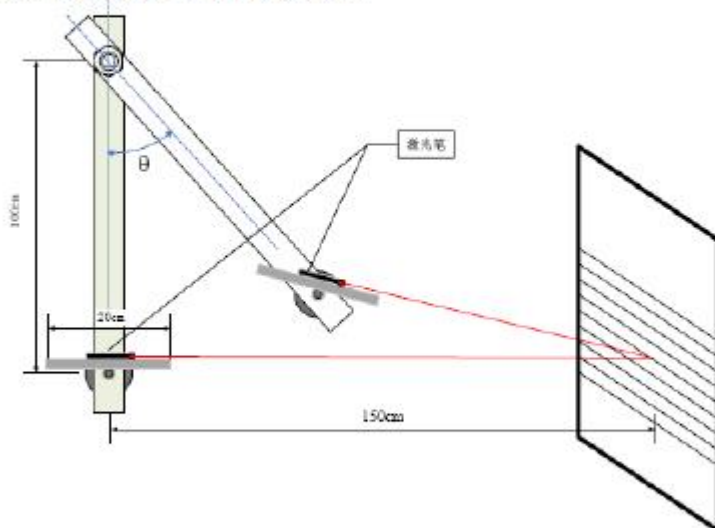

图3
(1) 如图3所示,在平板上固定一激光笔,光斑照射在距摆杆150cm 距离处垂直放置的靶子上。摆杆垂直静止且平板处于水平时,调节靶子高度,使光斑照射在靶纸的某一条线上,标识此线为中心线。用手推动摆杆至一个角度 θ (θ 在 $30^\circ \sim 60^\circ$ 间),启动后,系统应在15秒钟内